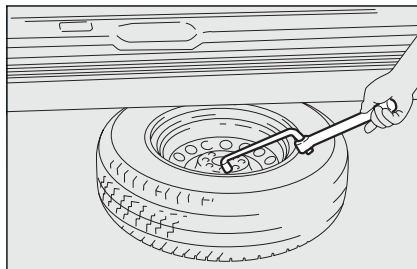

fig. 7a
- trek met de wielsleutel **C** het wiel onder de auto vandaan **fig. 7a**;